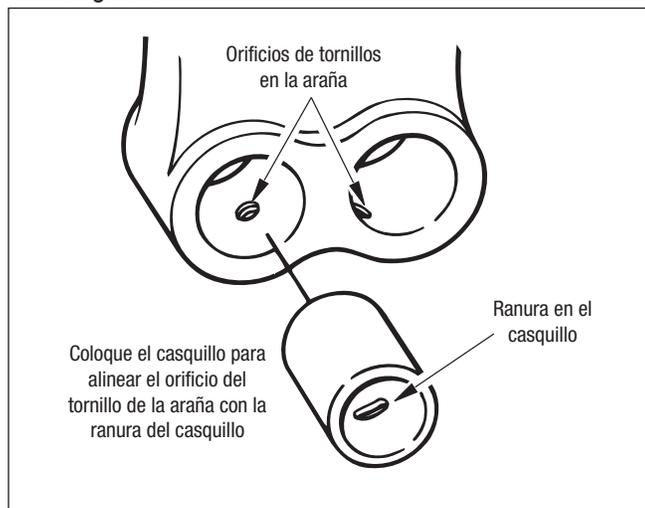

Figura 67 – Instalación de casquillo de pasador de anclaje
3. Después de sacar los casquillos viejos del pasador de anclaje de la araña, consulte *Extracción/Desmontaje - Desmontaje de la zapata*. Presione los nuevos casquillos del pasador de anclaje en la araña, alineando la ranura en el casquillo con los orificios cónicos en la araña. Consulte la figura 67.